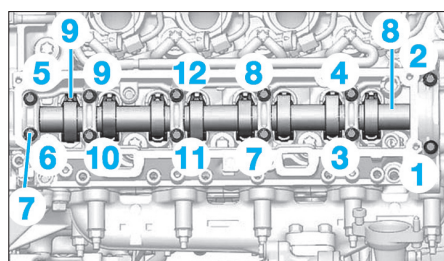

Fig. 45
- les 12 vis (7) du carter chapeaux supérieur d'arbre à cames dans l'ordre indiqué (Fig.45),